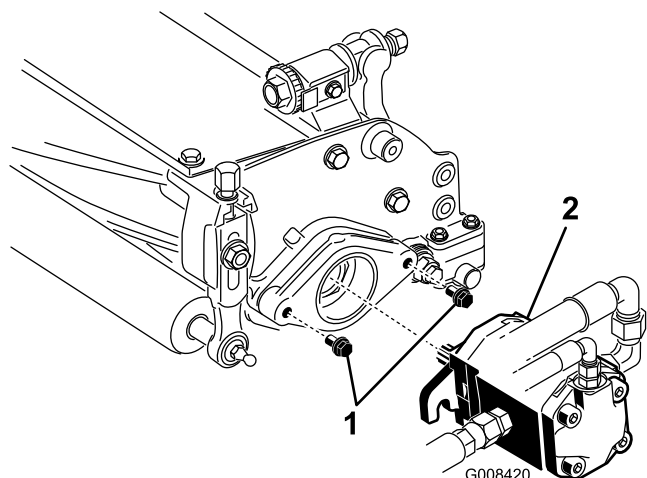

Figura 18
- Coloque os parafusos de montagem para o motor dos cilindros em cada uma das unidades de corte. Deixe uma folga de aproximadamente 13 mm em cada parafuso de montagem (Figura 18).
- Cubra o eixo do motor com massa lubrificante limpa e monte o motor, rodando-o no sentido dos ponteiros do relógio até que a folga das cavilhas do motor tenha sido eliminada. Rode o motor no sentido contrário ao dos ponteiros do relógio até que as flanges do motor cubram completamente as cavilhas (Figura 18).
- Aperte os parafusos de montagem (Figura 18).